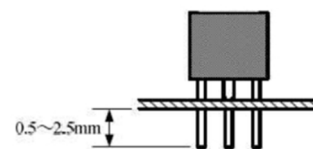

図 11 部品の突き出し寸法
⑥突き出し寸法は図 11 のとおり、0.5 ~ 2.5 mm とし、2.5 mm を超えるものは切断して、はんだ付けすること。切断面は、はんだめっきを施すこと。
⑦以下の部品は、ピンまたはリードを折り曲げず取付ける。
⑧スズメッキ線による配線